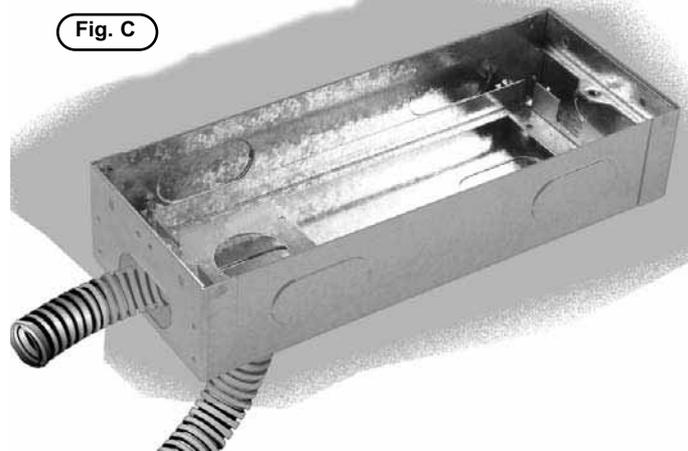

Fig. 5
- Se l'installazione richiede l'abbinamento di più scatole, utilizzare le apposite staffe distanziatrici, per fissare le stesse tra di loro (fig. 5)